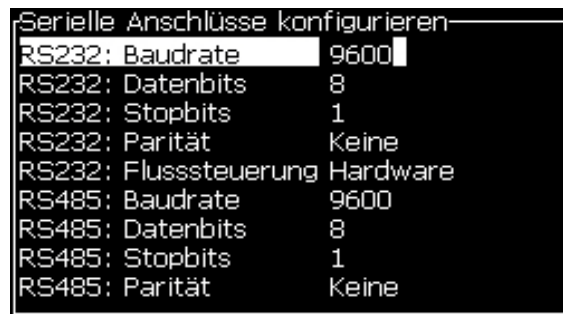

Abbildung 4-21: Dialogfeld Configure Serial Ports
- 2 Wählen Sie die Option *Serial Port Configuration (Konfiguration serieller Port)* und drücken Sie die Taste *Enter*. Das Dialogfeld *Configure Serial Ports (Serielle Anschlüsse konfigurieren)* erscheint (siehe Abbildung 4-21).